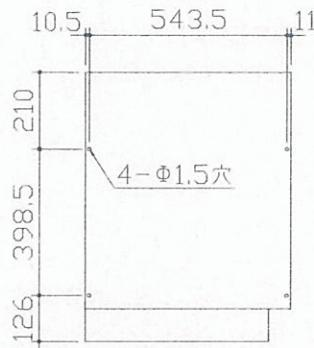

図11-7
(2) エンドカバーの取付
①トールキャビネット側面の所定の位置にΦ1.5の穴（深さ5mm程度）を加工してください（図11-7）。